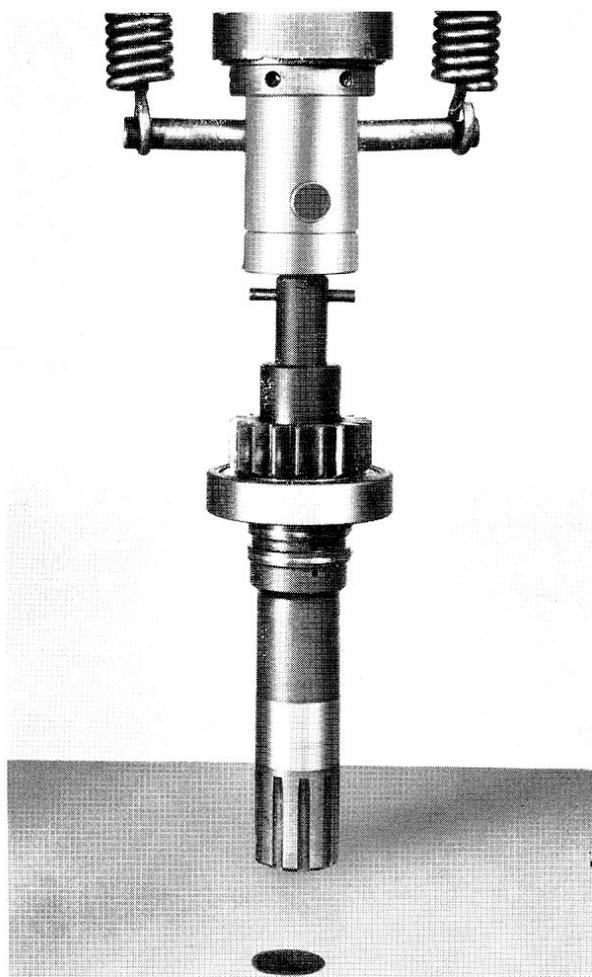

Fig. 9
- 7° Placer l'ensemble sous une presse et actionner celle-ci (fig. 9).